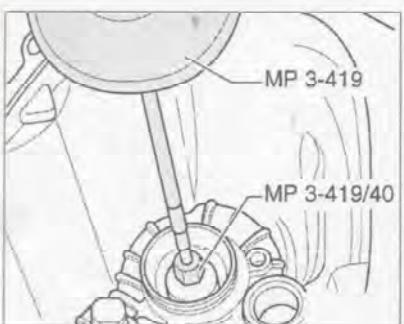

Рис. 7.96. Снятие наружной обоймы малого роликоподшипника.
2. Вверните переходник MP 3-419/40 в нажимной диск (рис. 7.96).